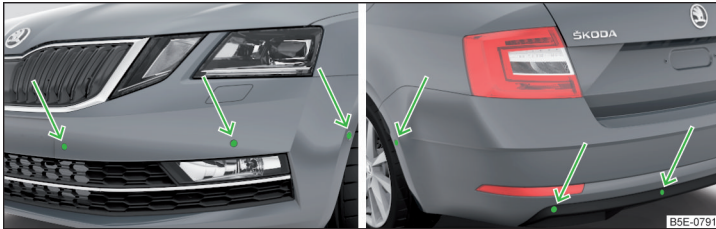

Abb. 252 **Verbauort der Sensoren auf der linken Fahrzeugseite: vorn/hinten**
- Die Systemsensoren » Abb. 252 auf Seite 226 sauber, schnee- sowie eisfrei halten und mit keinerlei Gegenständen abdecken, anderenfalls kann die Systemfunktion eingeschränkt sein.
» **Abb. 252.**